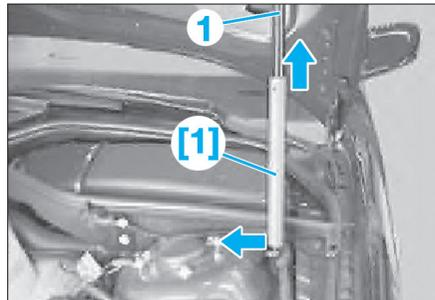

Fig. 18
- [1]. Appui pour bloquer le capot en position de montage (réf BMW : 51 2 170) (Fig.18).
- monter l'outil [1] par dessus le corps (1) du vérin à gaz. Agrafer la rotule de l'outil sur le pivot sphérique (Fig.18),